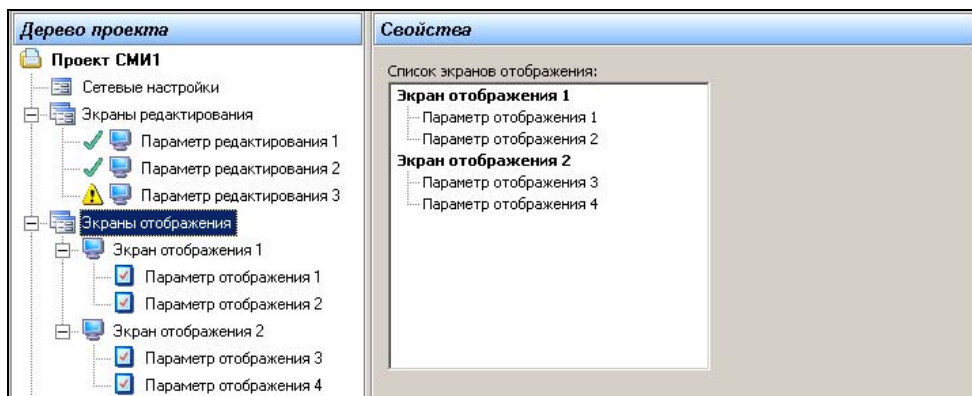

Рисунок 5.6. Экраны отображения. Список параметров
1. В дереве проекта – выбрать узел «Экраны отображения». Станут доступны дочерние узлы «Экран отображения 1» и «Экран отображения 2». В каждом из них, в свою очередь, доступны пункты «Параметр отображения» («1» и «2» для экрана 1, «3» и «4» для экрана 2), см. рисунок 5.6.